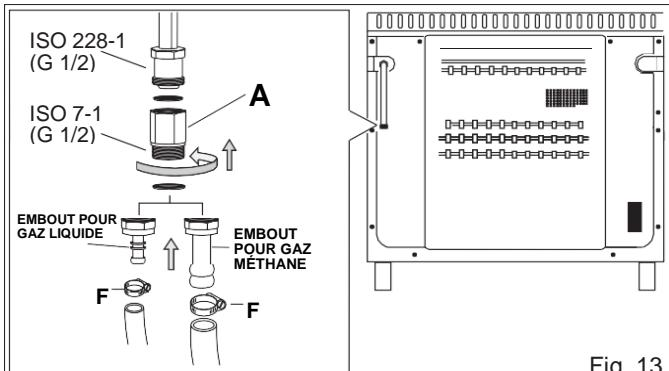

Fig. 13
- 3) moyennant l'introduction d'un tuyau en caoutchouc conforme aux normes UNI-CIG 7140. Ce tuyau doit être branché directement sur l'embout, relatif au gaz utilisé, et fixé à l'aide d'un collier (**F**) conforme aux normes UNI-CIG 7141 (fig. 13).
REMARQUE : monter le raccord (**A**) en dotation (voir fig. 13).